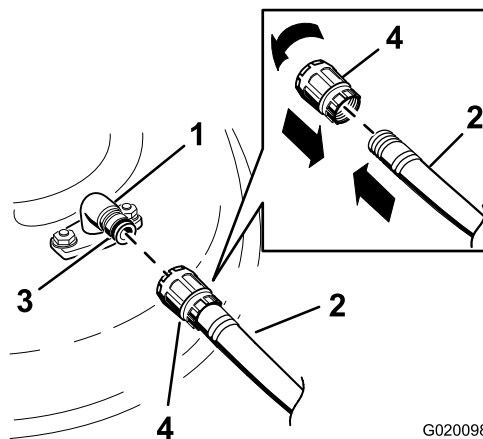

Figure 77
- Branchez le raccord du tuyau d'arrosage à au raccord de lavage de la tondeuse et ouvrez l'eau en grand (Figure 77).